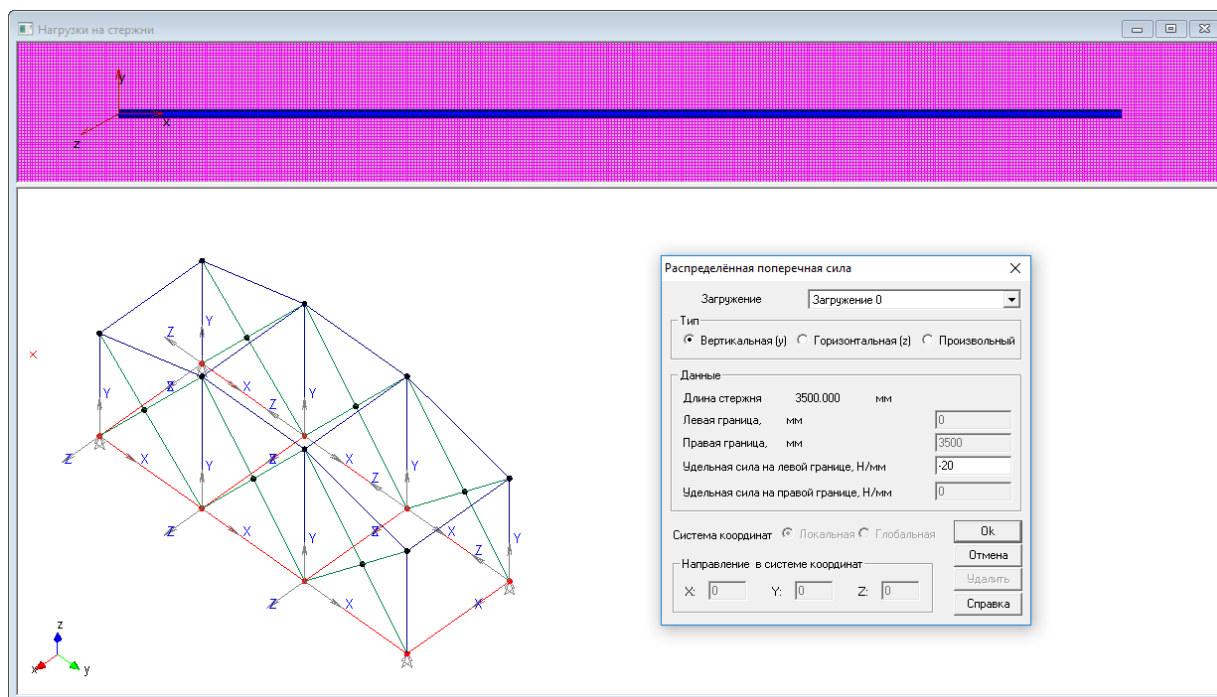

Рис. 2.11
5.2. Задание распределенной нагрузки, действующей на стержневые элементы конструкции. Выделяем те стержни модели, на которые действует распределенная нагрузка, и нажимаем кнопку «Нагрузка на стержень»  на панели инструментов «Нагрузки» (меню **Нагрузки/Локальная на Стержень**). Затем щелкаем на одном из выделенных стержней, после чего появляется диалоговое окно «Нагрузка на стержни» (рис. 2.11). В нижней части этого окна показывается участок модели с тем стержнем, на котором щелкнули мышью, а в верхней части — схематическое изображение этого же стержня (одинаковое для любого стержневого элемента модели). В обеих частях окна показывается также соответствующая локальная система координат стержня.
Распределенную нагрузку можно задать в горизонтальной (по оси Z) или в вертикальной (по оси Y) плоскости локальной системы координат стержня. Выбор плоскости происходит с помощью соответствующего переключателя диалогового окна «**Распределенная поперечная сила**» (см. рис. 2.11).